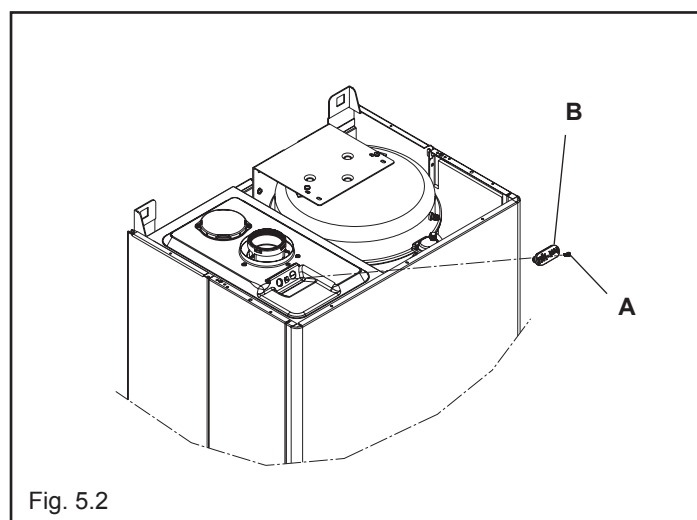

Fig. 5.2
- inserire le sonde dell'analizzatore nelle posizioni previste sulla cassa aria, dopo aver rimosso la vite A e il coperchietto B (fig. 5.2)